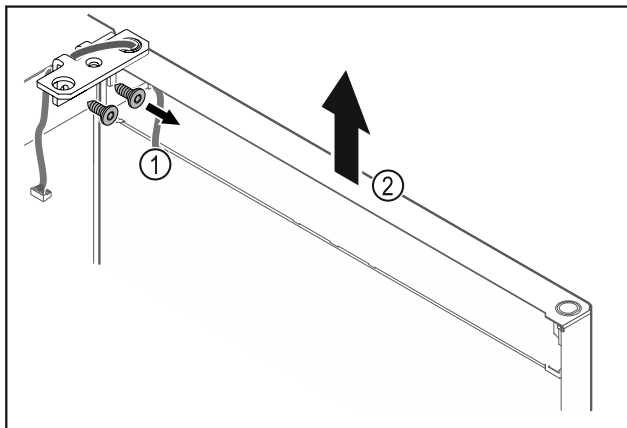

Fig. 18
- Skru av hengselvinkelen Fig. 18 (1).
- Løft døren og hengselvinkelen Fig. 18 (2) ca. 200 mm rett opp, og ta den av.